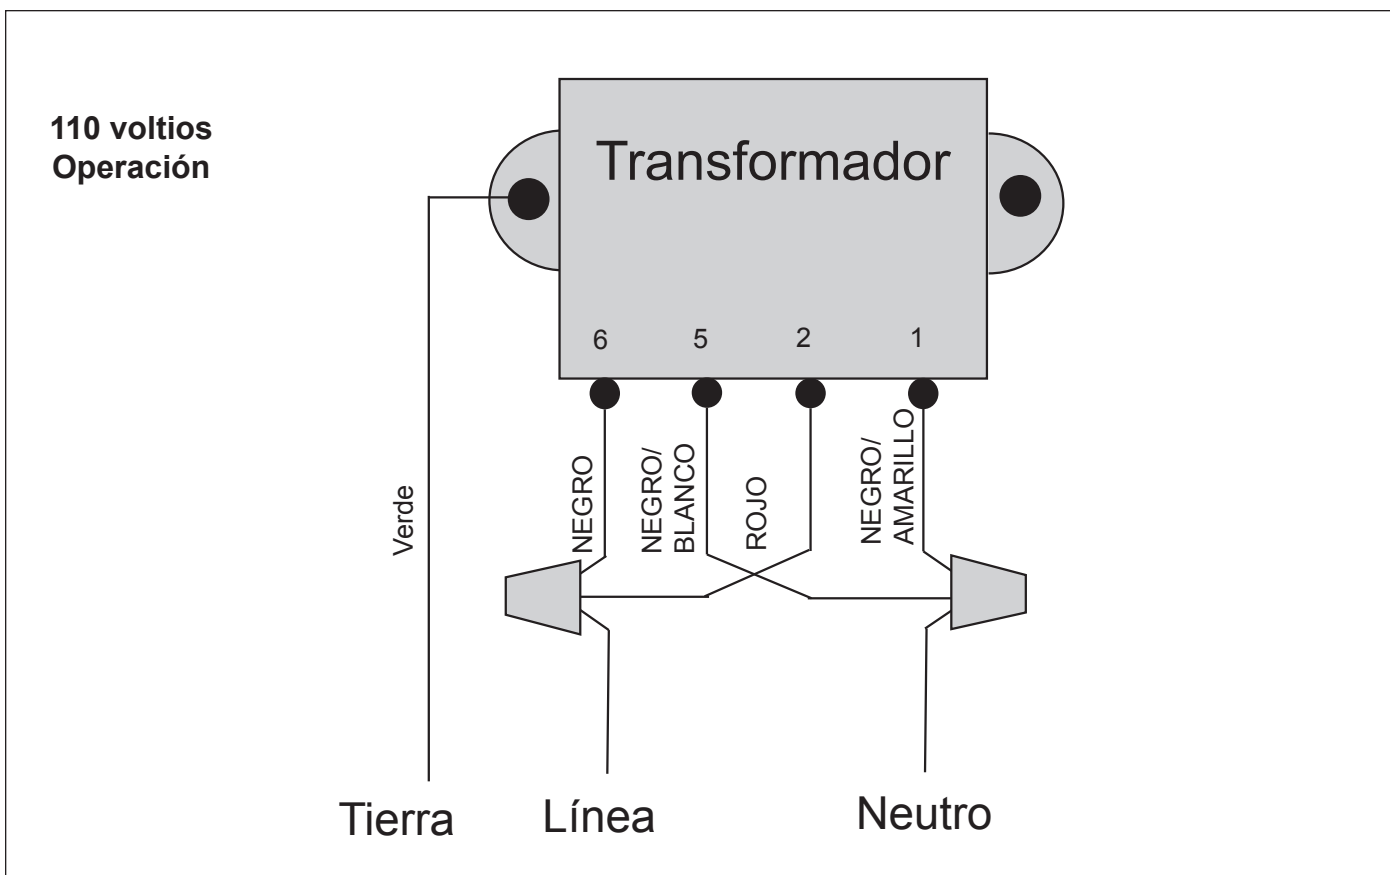

Figura 5. K-1100, K-2300 y LEV110CK/2G con cableado modificado para funcionar a 110 voltios
2. Conecte el cable rojo con el cable negro y conéctelos al lado de la línea del suministro de energía. Consulte la Figura 5.
3. Conecte el cable negro/blanco con el cable negro/amarillo y conéctelos al lado neutro del suministro de energía. Consulte la Figura 5.